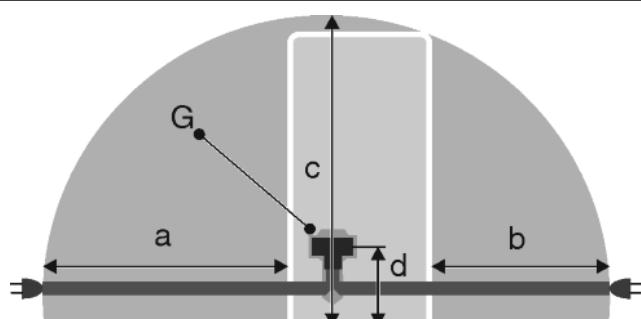

Fig. 23
- Priza se află în afara zonei părții posterioare a aparatului în zona dată Fig. 23 (a, b, c).
- Cuplați fișa aparatului Fig. 23 (G) pe partea posterioară a aparatului. Acordați atenție fixării corecte în poziție.